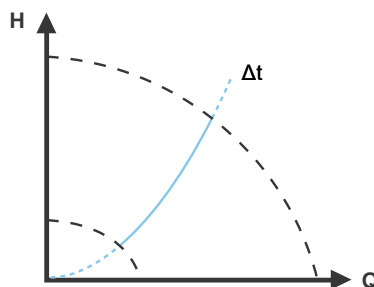

Abb. 33 Differenztemperaturregelung
- Es wird eine konstante Differenztemperatur zwischen der Pumpe und dem externen Sensor sichergestellt (siehe Abb. 33 und 34).